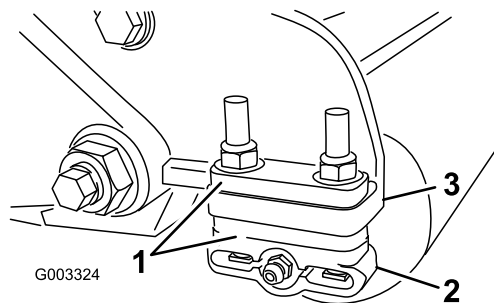

Figura 12
1. Reglați consolele rolei posterioare (Figura 12) la intervalul înălțimii de tăiere dorite, poziționând numărul necesar de distanțiere sub flana de montare a plăcii laterale (Figura 12) conform Diagrama de selectare a înălțimii de tăiere și a contracuitului (Pagină 13).